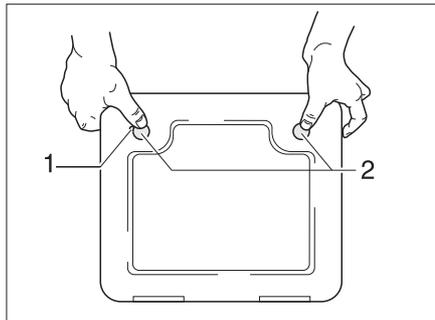

Bild 261 Klappe für die Toiletten-Kassette
- Die Klappe für die Kassette außen am Fahrzeug öffnen. Dazu den Schlüssel in den Schließzylinder des Druckschlösses (Bild 261,1) stecken und eine viertel Umdrehung drehen.
- Beide Druckschlösser (Bild 261,2) gleichzeitig mit dem Daumen drücken und die Klappe für die Kassette öffnen.